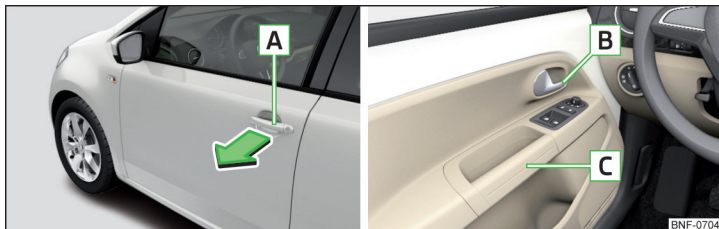

Рис. 30 Ручка дверей/дверна ручка
- Для **відкриття зовні** розблокувати автомобіль і ручку двері **А** тягнути в напрямку стрілки » Рис. 30,